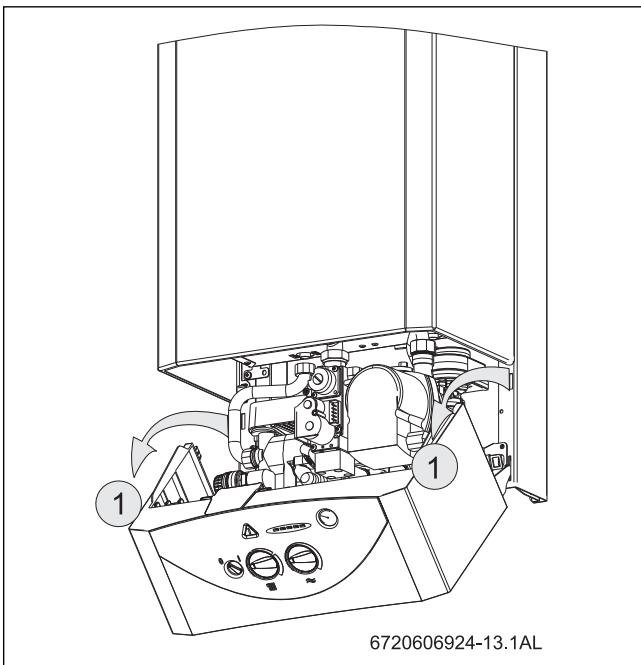

Fig. 51 Posición de servicio para el ajuste del gas
- Desconectar el interruptor principal (O) del aparato.
- Colocar el panel de mandos en la posición de servicio (ver Fig. 51).
- Aflojar el tornillo obturador (3) y conectar el manómetro de columna de agua al racor de medición.